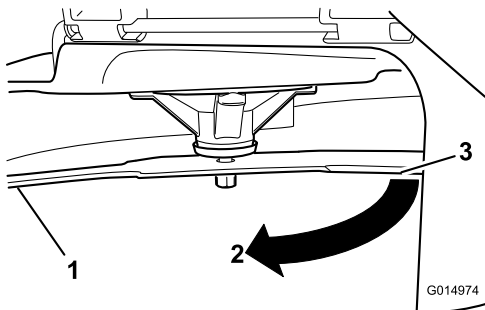

**Figura 57**
5. Mida desde la punta de la cuchilla hasta la superficie plana (Figura 57).